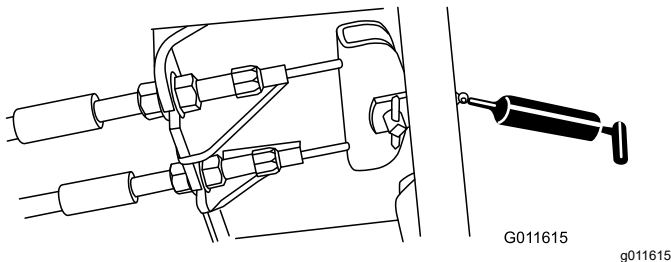

Figure 80
- Pédale de frein (1) (Figure 80)